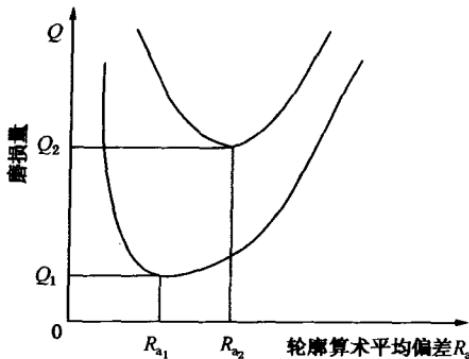

图 1-2 磨损量与轮廓算术平均偏差关系曲线
(3) 零件表面加工质量对磨损的影响。零件表面的加工质量越高，即不平度越小，一般来说对提高耐磨性是有利的，但是过于光滑的表面不一定具有最好的耐磨性，因为表面过于光滑，使润滑油不能形成均匀的油膜(形成球状油滴)，反而使耐磨性变坏。如图 1-2 所示，它表示零件的最小磨损量不是在表面最光滑时得到，而是在不同负荷下，当轮廓算术平均偏差为最适宜的  $R_{a_1}$  和  $R_{a_2}$  时才能得到最小的磨损量  $Q_1$  和  $Q_2$ 。